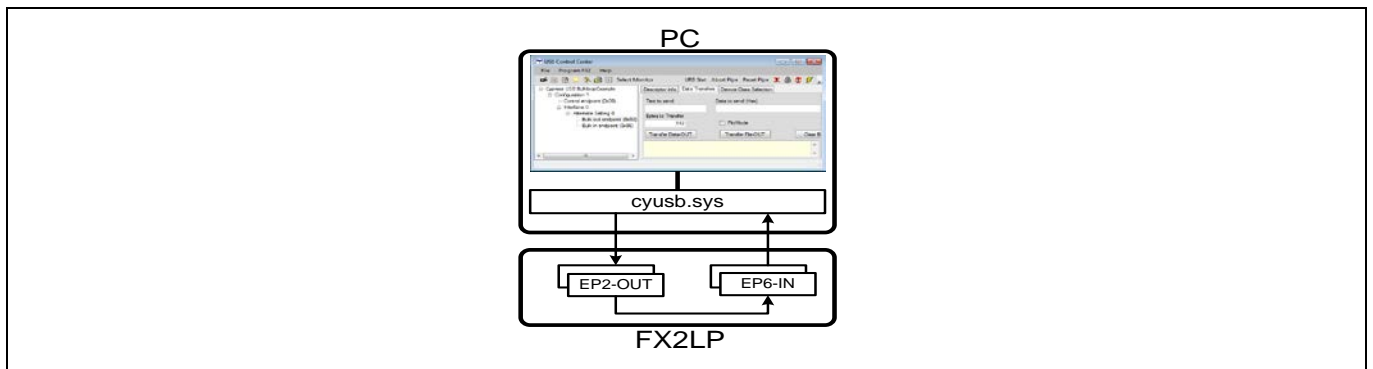

Figure 16 USB Control Center は Bulkloop ファームウェアをテスト
Figure 16 には、USB Control Center と、**bulkloop.hex** ファイルをロードした FX2LP 開発基板との対話を示します。**bulkloop** ファームウェアは PC 接続に応じてフルスピードまたはハイスピード デバイスとしてエミュレートし、OUT エンドポイント 2 から受信した BULK データを PC に戻って送信するために IN エンドポイント 6 バッファにコピー (ループ) します。図に示すように、エンドポイントは 2 重バッファリングされています。この機能は本節で説明します。
- EP2 を BULK-OUT エンドポイントとして、EP6 を BULK-IN エンドポイントとして設定します。両方は二重バッファリングされており、512 バイト FIFO を使用します (**Figure 16**)。